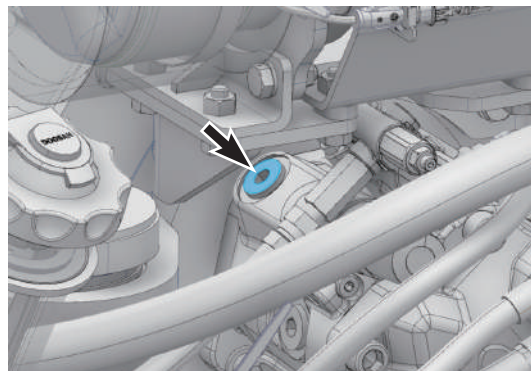

Figura 110
1. Con el motor parado, retire el tapón de ventilación (Figura 110) para ver si hay aceite.
3. Coloque primero el tapón de ventilación (Figura 110).
4. Afloje lentamente el tapón de ventilación (Figura 110) girándolo varias vueltas hasta que salga aceite hidráulico. Ello indica que se ha liberado el aire.
5. Apriete el tapón (Figura 110).